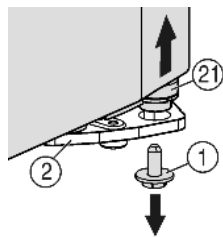
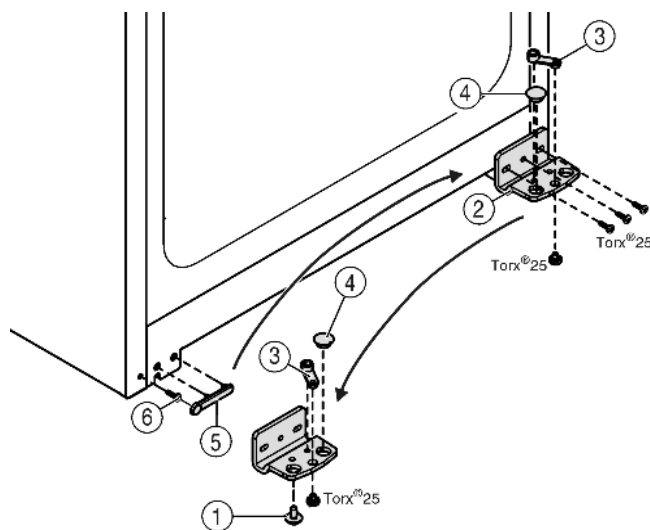

Fig. 4
Fig. 5
- ▶ Внизу справа на опорном кронштейне выкрутите фиксирующий винт Fig. 4 (1).
- ▶ Опорный палец Fig. 4 (21) можно извлечь из опорного кронштейна Fig. 5 (2).
- ▶ Если не удастся извлечь опорный палец Fig. 4 (21), нажмите на него снизу.
- ▶ Открутите опорный кронштейн Fig. 5 (2).
- ▶ Открутите опорную деталь Fig. 5 (3) и, переставив в отверстие на противоположной стороне опорного кронштейна, снова прикрутите.
- ▶ Извлеките заглушку Fig. 5 (4) из опорного кронштейна и переставьте ее в отверстие на противоположной стороне опорного кронштейна.
- ▶ Осторожно снимите крышку со стороны ручки Fig. 5 (5).
- ▶ Выкрутите болт Fig. 5 (6) и вкрутите на противоположную сторону.
- ▶ Снова установите крышку Fig. 5 (5).
- ▶ Снова прикрутите опорный кронштейн Fig. 5 (2) на новой стороне шарнира (с моментом 4 Нм). При необходимости используйте аккумуляторный шуруповерт.
- Вкрутите фиксирующий винт *Fig. 4 (1)* внизу в опорный палец и затяните **(с моментом 4 Нм)**.